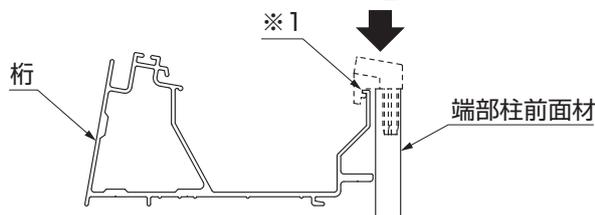

図13-5
(図13-5参照)
- ⑤垂木カバー、妻垂木カバーを垂木掛けに差込んでください。妻垂木カバーは両端の垂木に、垂木カバーは中間の垂木に取付けてください。(図13-5参照)
- ⑥垂木カバー、妻垂木カバーを柱キャップ(桁側)へ押し当ててください。